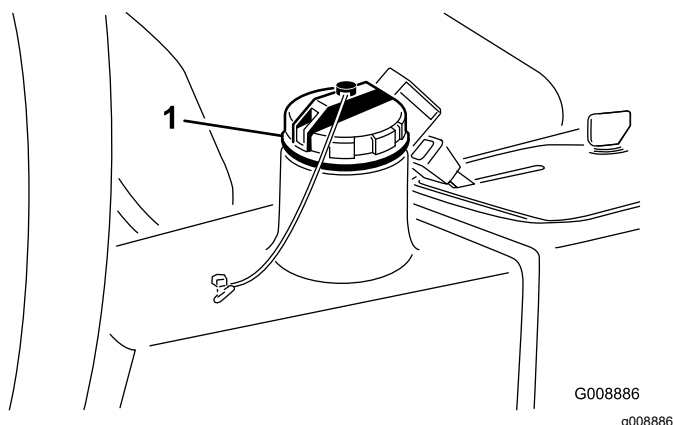

Рисунок 32
- Очистите зону вокруг заливной горловины и крышки гидравлического бака (**Рисунок 32**).